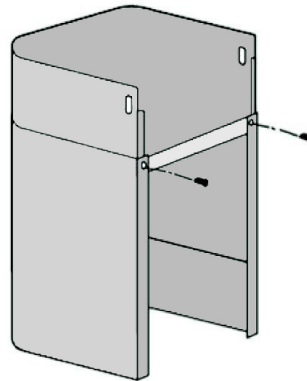

Figure 6
- Utilisez deux vis E pour fixer deux cheminées ensembles avec le support inférieur de la cheminée, assurez-vous que l'intérieur de la cheminée bouge librement (voir figure 6).